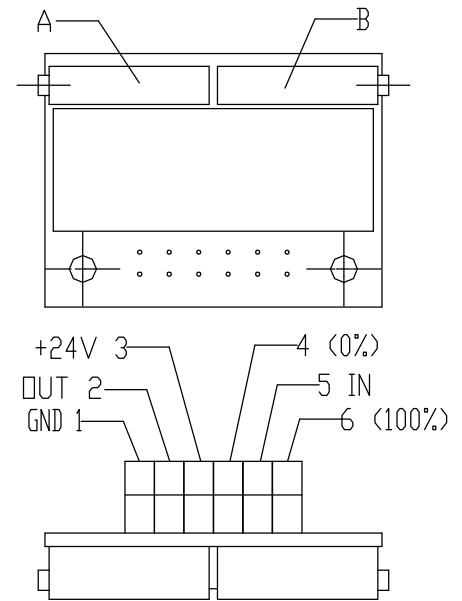

Рис.7
4.4.2 EPV - 3-проводниковое включение (рис.7)
- Установите датчик сопротивления на основании инструкций в предыдущей главе так, что величину сопротивления измеряйте на клеммах 0%-100% (рис.7) (употреблен датчик с сопротивлением 2000Ω или 100Ω).
- Поворачиванием устанавливающего триммера А (рис.7) установите мин. величину выходного сигнала тока для положения "закрыто", измеряемого на клеммах 81-82.
- Поворачиванием устанавливающего триммера В (рис.7) установите макс. величину выходного сигнала для положения "закрыто" измеряемого на клеммах 81-82.